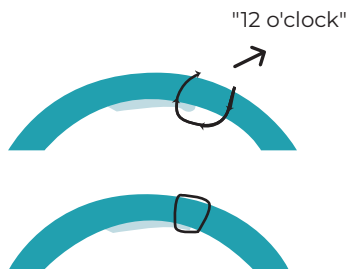

Fig 2. EndoArt® suturering
23. Suturér implantatet (enkelt sutur, ikke-absorberbar, præcis klokken 12 vinkelret på midten, i henhold til fig. 2). Den vinkelrette orientering af suturen er vigtig for at forhindre decentrering. Suturen fjernes tidligst 12 uger efter den åbenlyse tilhæftning. Anbefales fjernet inden 6 måneder efter god vedhæftning.